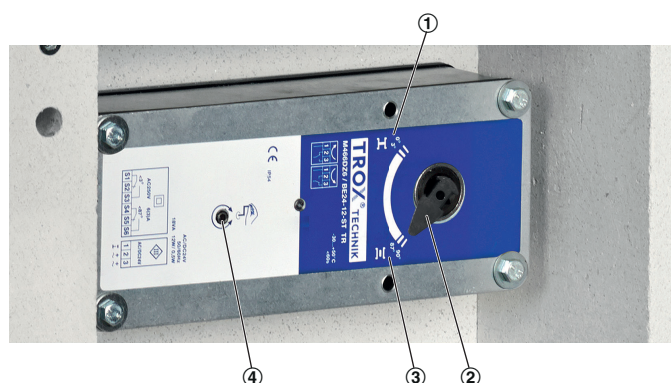

Fig. 18: Servo-moteur d'ouverture/fermeture (le volet de désenfumage est ouvert)
- 1. ➤ Insérer la manivelle dans le connecteur (Voir la Fig. 18/4) du dispositif à ressort (La manivelle est clipsée au câble de raccordement).
- 2. ➤ Tourner la manivelle dans le sens anti-horaire jusqu'à ce que l'indicateur de position (Voir la Fig. 18/2) indique OPEN (Voir la Fig. 18/3).
- 2. ➤ Tourner la manivelle dans le sens horaire jusqu'à ce que l'indicateur de position (Voir la Fig. 18/2) indique CLOSED (Voir la Fig. 18/1).